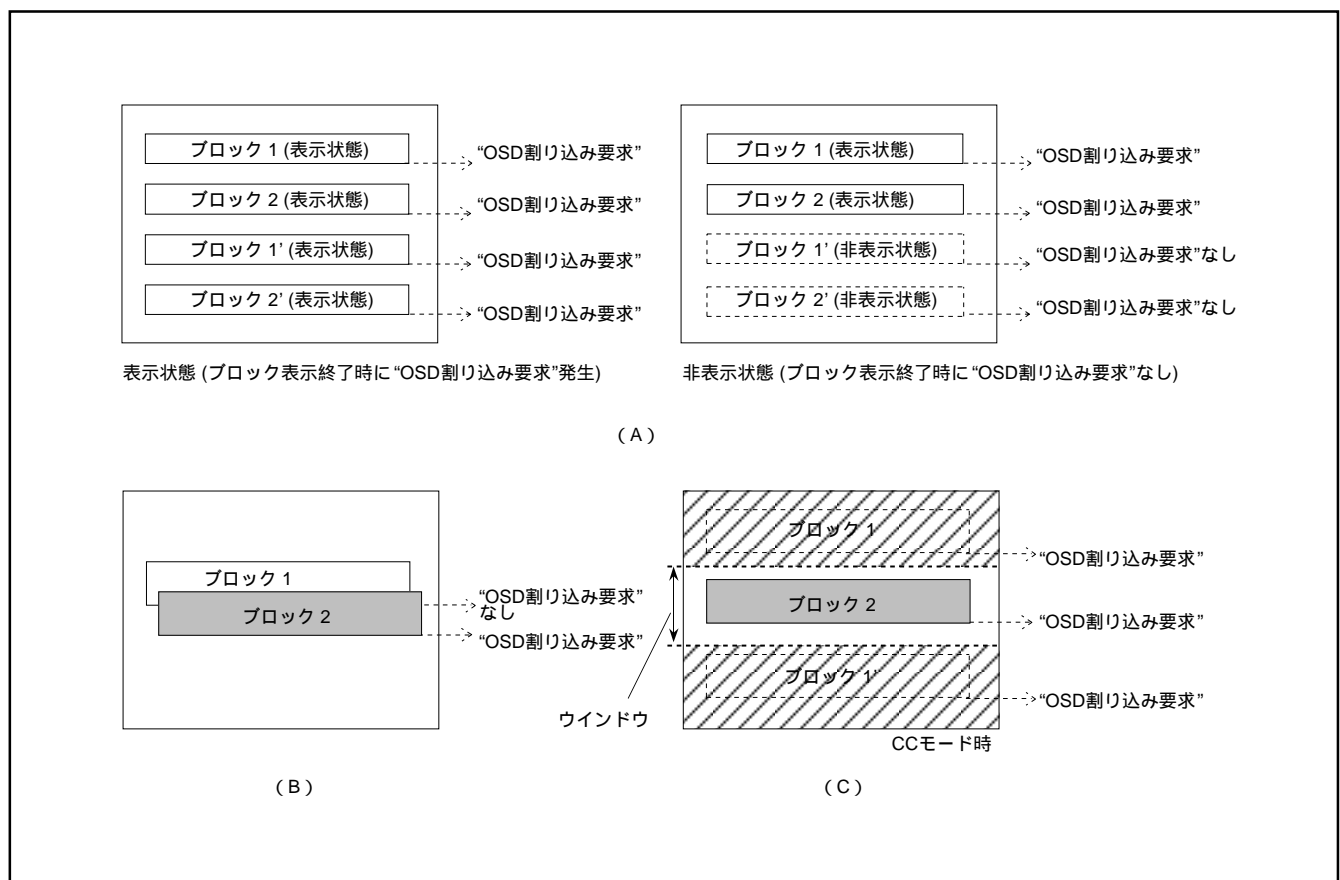

図 8.11.23 OSD 割り込み発生 の 注意 点
- 注1. ブロック表示終了時に発生する“OSD 割り込み要求”は、ブロックを表示していない場合は発生しません。つまり、ブロックコントロールレジスタi (00D216, 00D316 番地) の表示制御ビットの設定によってブロックの表示がオフ(非表示)状態であれば、“OSD 割り込み要求”は発生しません(図8.11.23のA参照)。
2. 1つのブロック表示中に他のブロックの表示開始位置がきた場合は、割り込み要求は途中から表示したブロックの表示終了時に1回だけ発生します(図8.11.23のB参照)。
3. ウィンドウを設定した画面で、ウィンドウ外にあるCCモードブロック(表示OFF)が表示終了した時点でも“OSD 割り込み要求”は発生しません(図8.11.23のC参照)。